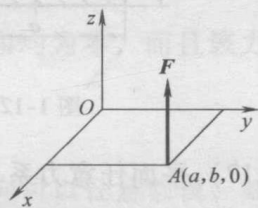

图 1-8
(10) 如图 1-8 所示，铅垂力 F 的作用点 A 的坐标 $x_A = a$ ， $y_A = b$ ， $z_A = 0$ ，力 F 对三个坐标轴之矩大小应为 ()。